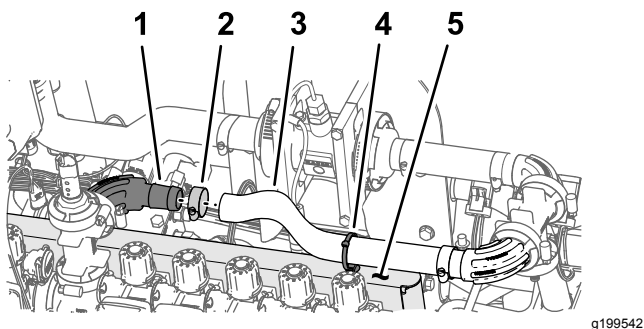

Рисунок 110
1. Установите шланг (1 x 16 дюймов) на прямоугольный фланцевый штуцер (1 дюйм), как показано на Рисунок 110.
2. Закрепите шланг на фланцевом штуцере шланговым хомутом (Рисунок 110).
3. Вставьте кабельную стяжку / вставной держатель в отверстие в верхней части опоры крепления клапанов, как показано на Рисунок 110.
4. Закрепите кабельную стяжку / вставной держатель (Рисунок 110) вокруг шланга (1 x 16 дюймов).